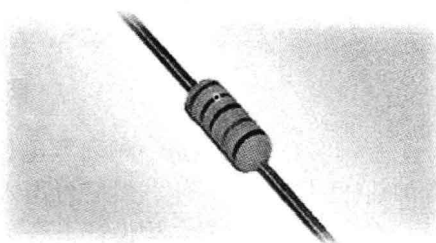

图1-7 线绕电阻器
5. **线绕电阻器** 外形如图1-7所示,它是将电阻线绕在耐热瓷体上,表面涂以耐热、耐湿、无腐蚀性的不燃涂料而制成的。